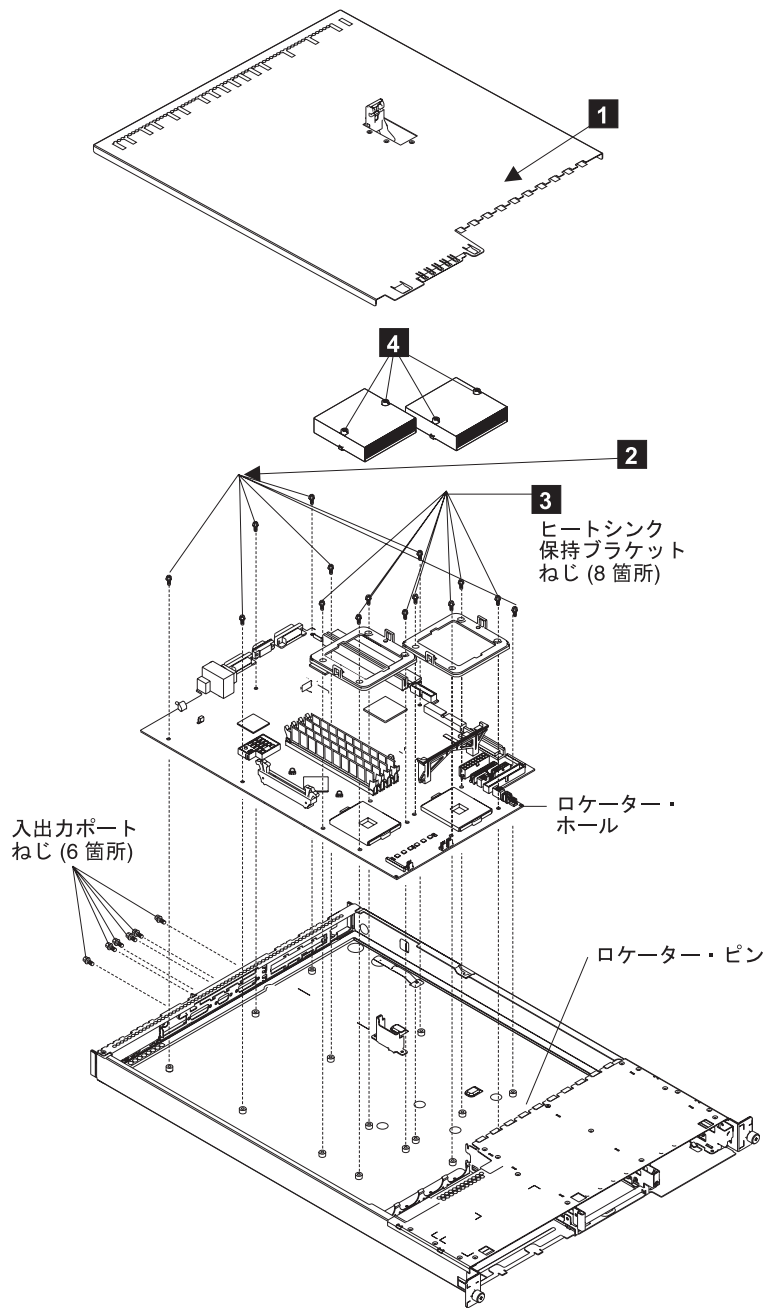

図97. システム・ボードの取り外し
3. SAN ボリューム・コントローラーから上部カバー **1** を取り外します。306 ページの図 97 を参照してください。
8. ヒートシンクの拘束ねじ **4** を外します。306 ページの図 97 を参照してください。
10. それぞれのヒートシンク保持ブラケット **3** からねじを取り外します。306 ページの図 97 を参照してください。
13. 7 個のねじ **2** を外します。306 ページの図 97 を参照してください。